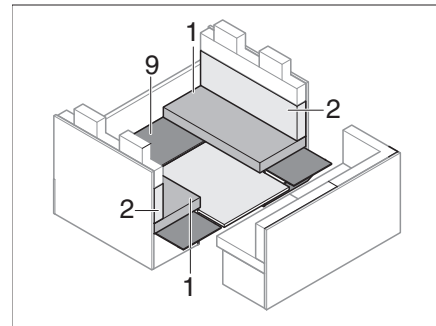

Fig. 193 Pendant la transformation
- Remettre le soubassement (Fig. 193,9) en place.